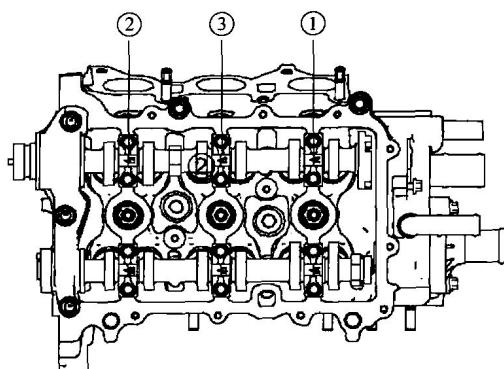

图 1-6 进气凸轮轴上的凸轮轴轴承盖螺栓拆卸
- 4) 分数次把进气凸轮轴上的凸轮轴轴承盖螺栓放松并将轴承盖拆下，如图 1-6 所示。